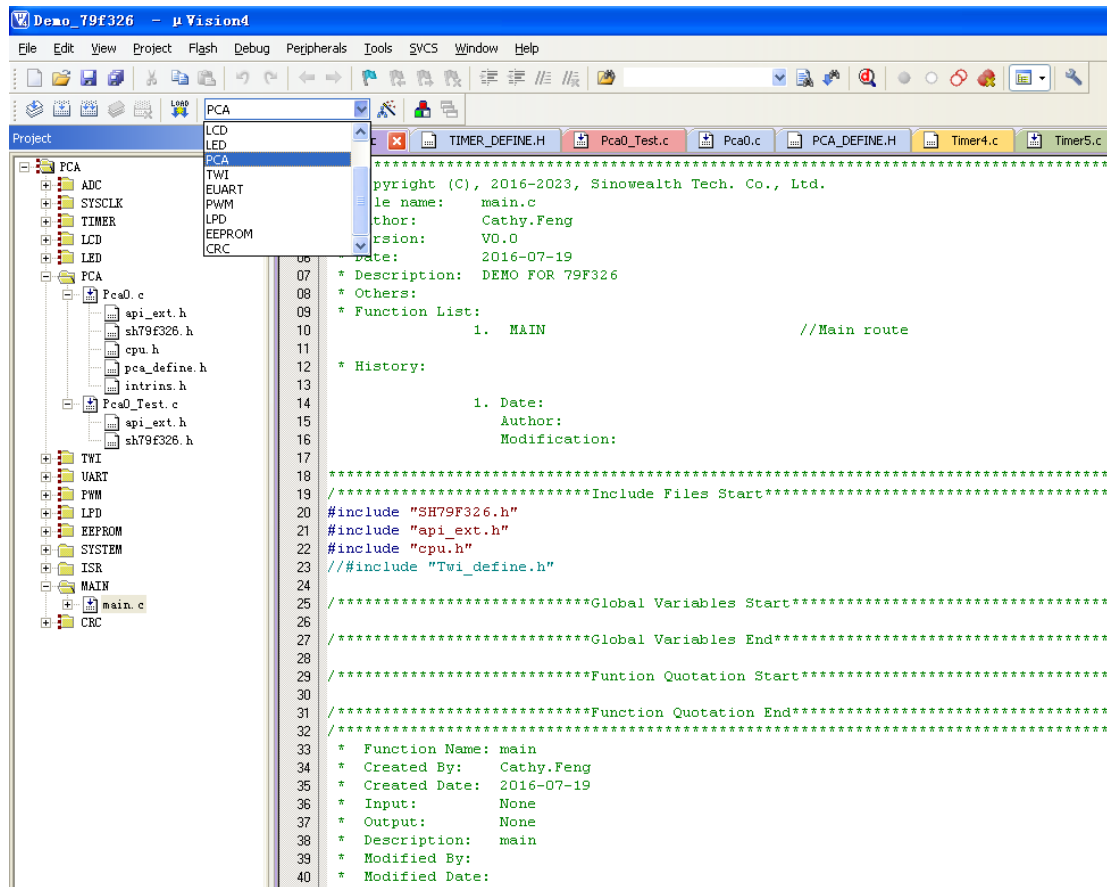

图 1-2
- 1) 在工程下拉菜单中选择 PCA 工程（如图 1-2 所示）；